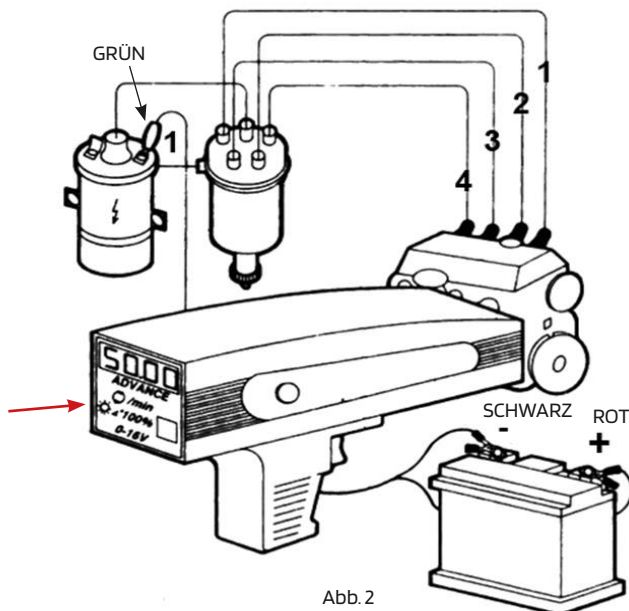

Abb. 2
Zündlichtpistole am Motor anklennen (wie in Abb. 2 gezeigt). Bringen Sie den Motor auf Betriebstemperatur und stellen sicher, dass die Unterbrecherkontakte oder der Schließwinkel richtig eingestellt sind.
1. Drücken Sie die Umschalt-Taster an der Zündlichtpistole bis der Bereich Schließwinkel eingestellt ist. (Siehe Abbildung 2 roter Pfeil)